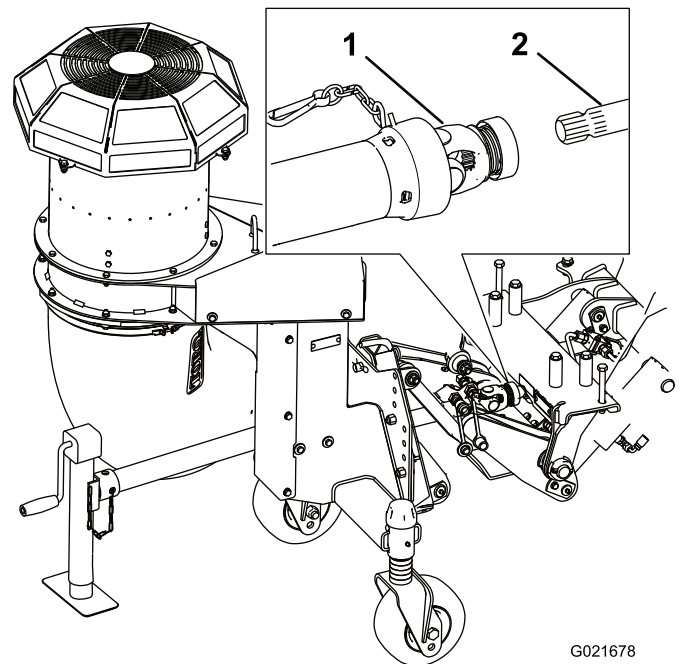

Bild 13
- 5. Schieben Sie die Schnellkupplung auf die Welle, um die Antriebswelle am Schnellkupplungsrahmen zu befestigen (Bild 13).
- 6. Befestigen Sie die Sicherheitskette am Schnellkupplungsrahmen (Bild 13).